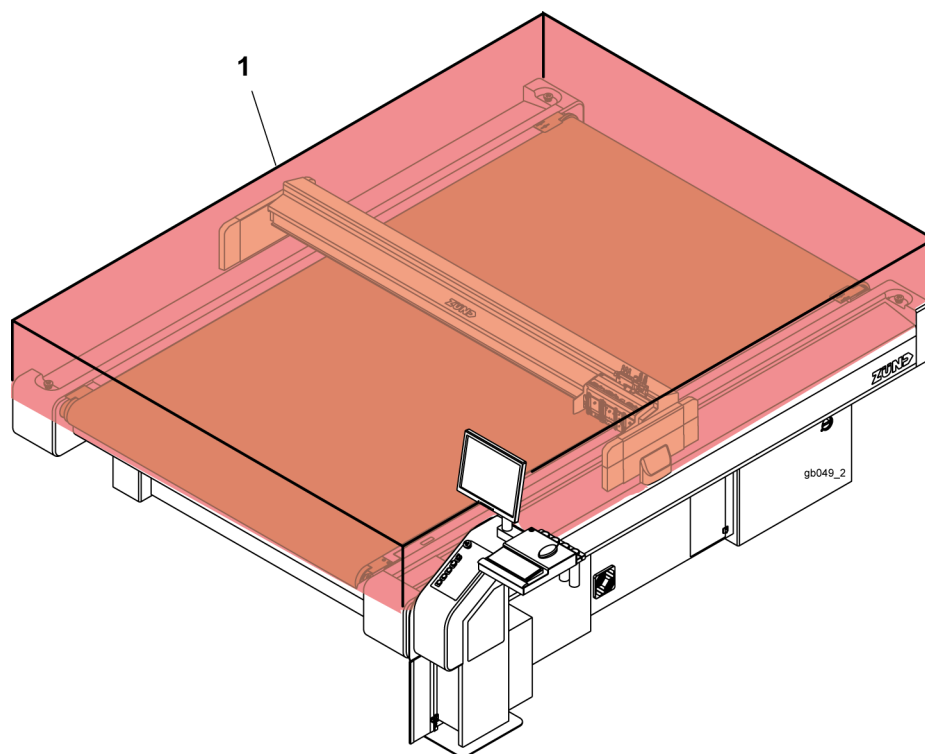

Fig. 3-1 Area di pericolo in generale
- Sostituire la segnaletica di sicurezza mancante o illeggibile in base a Abb. 3-1